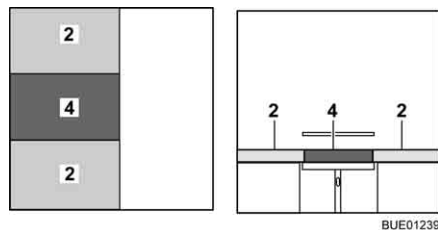

Bild 124 Efter ombyggnaden
- Lägg extradynan (Bild 124,4) mellan sittedyna (Bild 124,2).